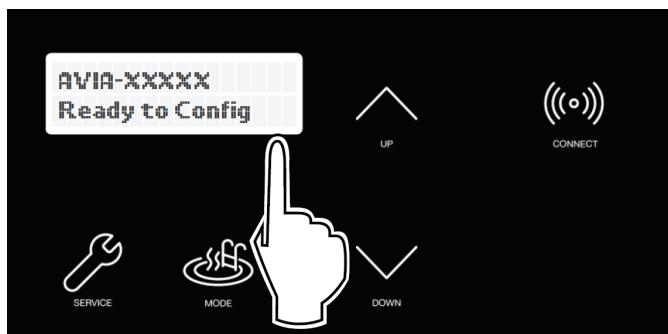

Figure 80. Wi-Fi prêt à être configuré et identifiant du réseau
- Le menu CONNECT affiche l'état de l'interface Wi-Fi, indiquant "Ready to Config", ainsi que l'identifiant du réseau, voir **Figure 80.**